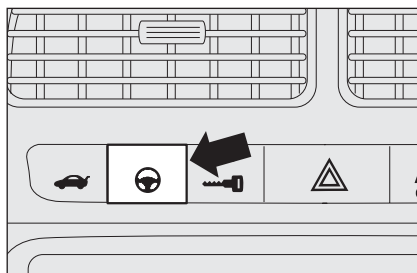

рис. 114
- ☐ надписи **CITY** на кнопке после ее нажатия **рис. 114**.